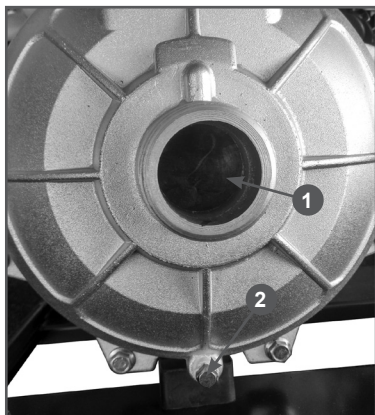

Рис. 16 Клапан насоса обратный и пробка отверстия для слива воды
В том случае, если производилась откачка воды с одно-временным подъемом воды на значительную высоту, после окончания работы напорный рукав будет находиться под давлением водяного столба. Сливная и заливная пробки корпуса насоса также будут находиться под давлением, и попытка их открутить может привести к их повреждению. Для сброса давления воды в напорном рукаве и слива из него воды рекомендуется демонтировать всасывающий рукав, и, нажав на обратный клапан 1 насоса, например, рукояткой молотка, слить воду из напорного рукава (Рис. 16).
7. Открутите пробку 2 (Рис. 16) и слейте воду из корпуса насоса. Пробка отверстия для слива воды из корпуса насоса находится в нижней части насоса под входным (всасывающим) патрубком (Рис. 16).